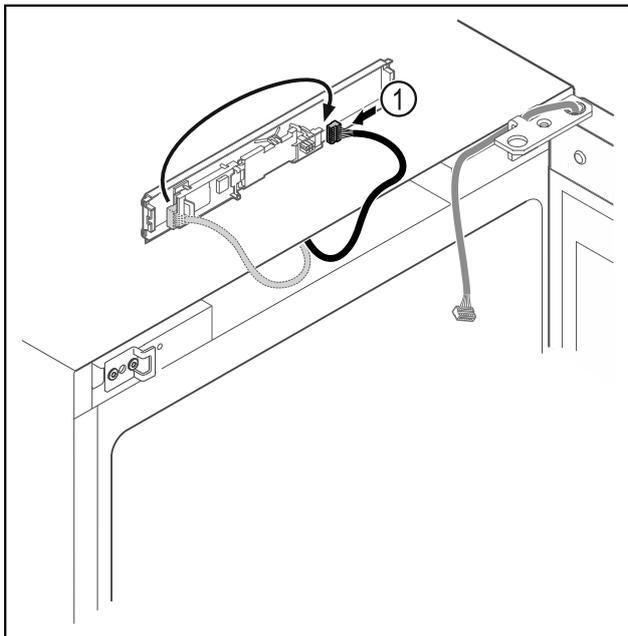

Fig. 17
- ▶ Переставьте штекер Fig. 17 (1) на панели.